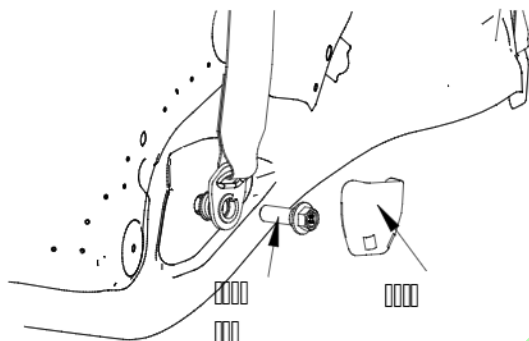

图 2-1
3、将下部的螺栓护盖向外扳，将其拆卸，然后拆除连接件固定螺栓。螺栓拧紧力矩 $42\text{N}\cdot\text{m}$ （图 2-1）。